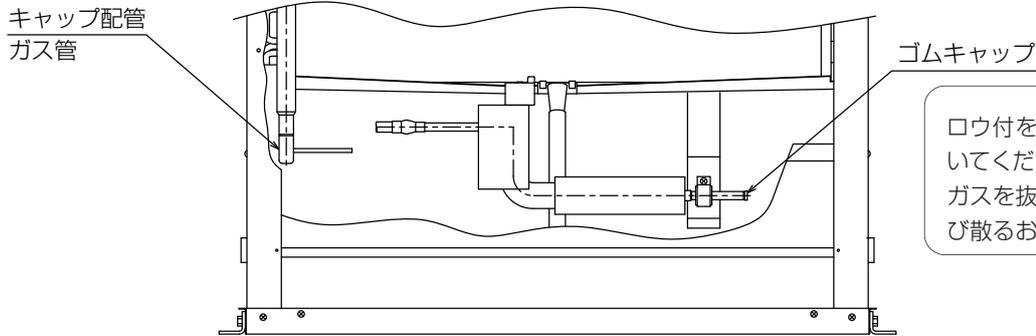

図1
(スライドピースを電動機側にして使用しないでください。) 図1参照
(図1) 可変プーリー
- (1) 前・下パネル、フィルター、サービスパネルを取外してください。
- (2) 図1に示す液管ゴムキャップを外し、配管内に封入されている窒素ガスを抜いてください。
- (3) 図1に示すガス管キャップ配管を取外してください。